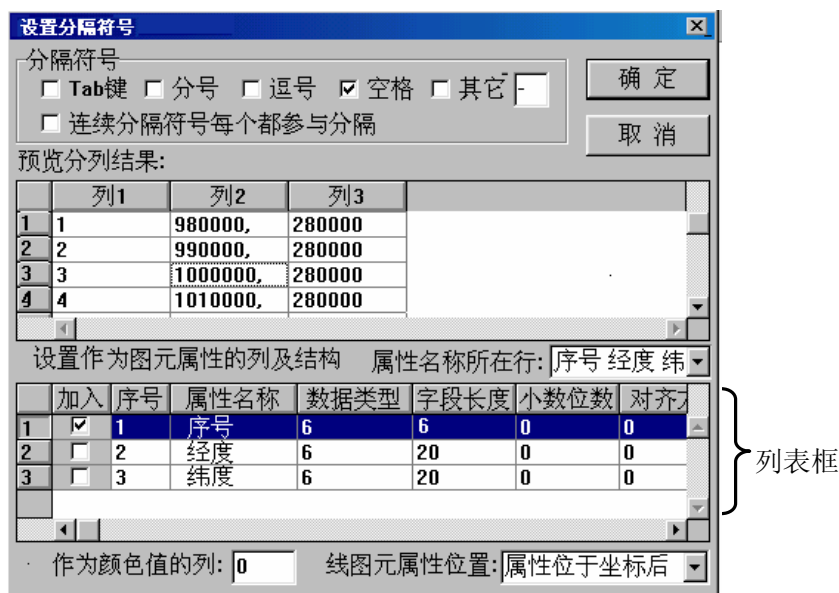

图 7-2-9 分隔符设置对话框
① 选择读取方式：选择读取方式为“按指定分隔符”。若用户是第一次选择该方式，则系统会立即提示用户“先设置分隔符”。
② 设置分隔符：用鼠标按“设置分隔符”按钮，系统会弹出图 7-2-9 所示的对话框让用户设置分隔符及即将生成的图形的属性结构。
a. 设置属性名称所在行：若图形的属性字段较多，且都已输入到形成图形的文本文件中，这时可在文本文件的文件头中加一行属性名称。在设置图形的属性时，直接选择该行，系统会自动在列表框中显示出属性结构名称。在本例中，选择“序号 经度 纬度”行为属性所在行。如图 7-2-9 所示。